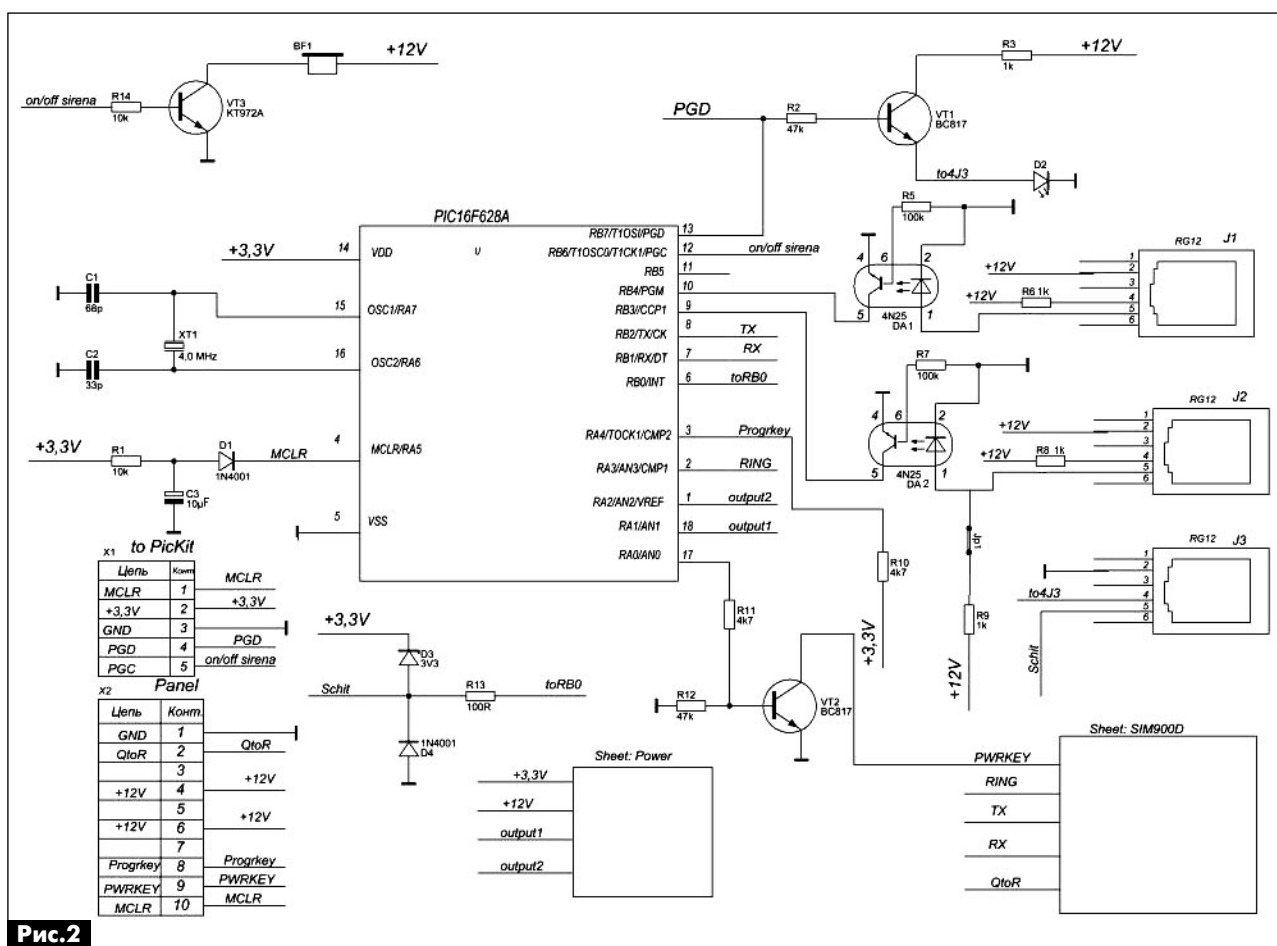

Рис.2
8) присутствует лог. «1». При снижении напряжения на аккумуляторной батарее ниже 11,4 В на выводе 1 MAX922 появляется лог. «0», а при напряжении ниже 10,5 В лог. «0» появляется и на выводе 8. При этом МК отключает GSM модуль для того, чтобы не допустить глубокого разряда батареи. При появлении напряжения 220 В МК вновь включает GSM модуль, и через 30 с сигнализация вновь начинает выполнять свои функции. Сигналы с выходов 1 и 8 компаратора поступают на выводы 18 и 1 микроконтроллера PIC16F628A (рис.2).
Узел D3D4R13 (рис.2) – это ограничитель напряжения выходного сигнала от считывателя ключей iButton типа IBR. Этот сигнал поступает на вывод 6 PIC16F628A.